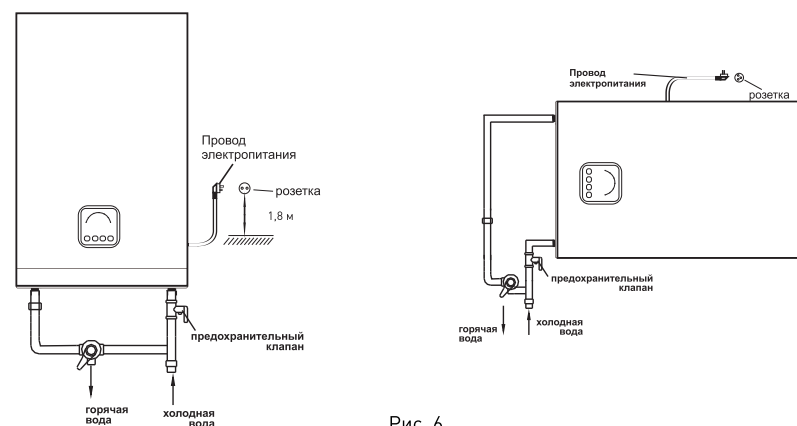

Рис. 6
- Со способом подключения к трубопроводу можно ознакомиться на Рис. 6.